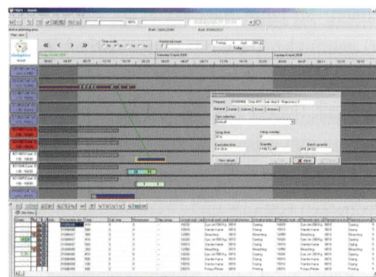

Abb. 1: MQM – Aktualisierung der Produktion in Echtzeit
– entsprechend zugeordnet und optimal genutzt werden können (Abb. 1). Was geschieht jedoch, wenn dem Zeitplan drastische Änderungen – ein plötzlicher, dringender Auftrag, eine ungeplante Unterbrechung der Maschinen oder andere Abweichungen – aufgezungen werden? Hat Ihr Produktionspersonal Sie jemals darauf hin angesprochen?